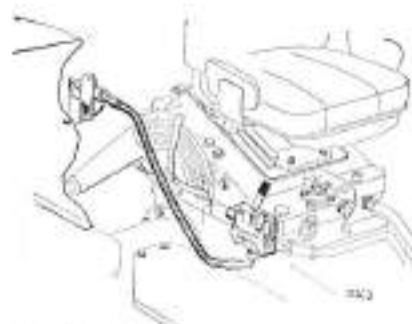

Figure 55
- a) 1 raccordement pour conduit haute pression, 1 distributeur à simple effet (seulement montée et descente) (Fig. 55)